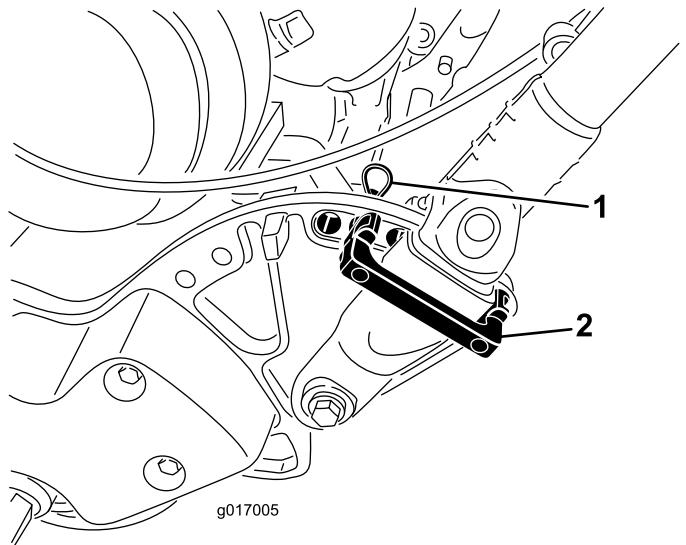

Figura 27
- Togliete la coppia a forcina dai fermi della stegola (Figura 27) da ciascun lato della macchina.
- Sostenete la stegola, togliete la coppia a forcina da ciascun lato, quindi ruotate la stegola nella posizione operativa desiderata (Figura 27).